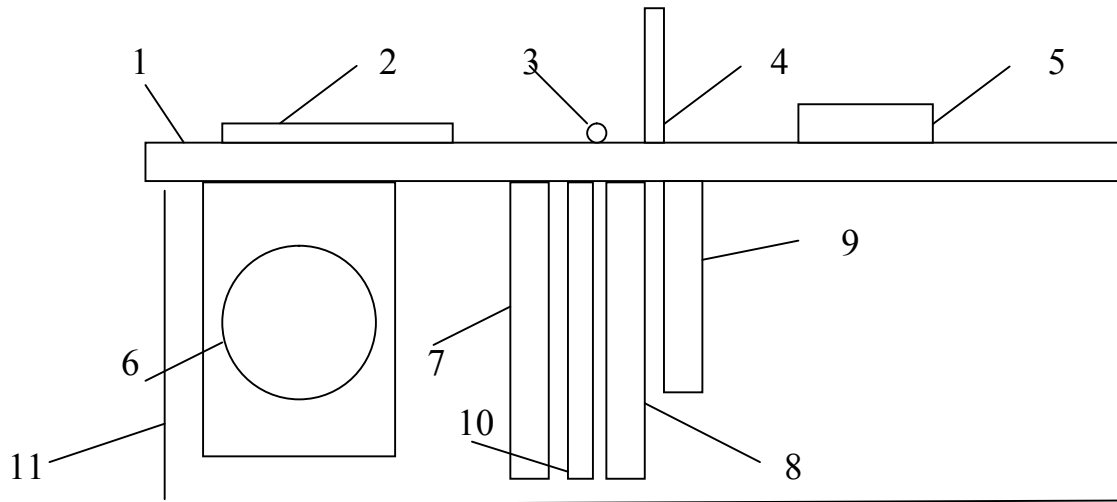

Рис.1
1.1.3.1 Г-АРС собирается в корпусе, который представляет собой сборную конструкцию (см. рис. 1):